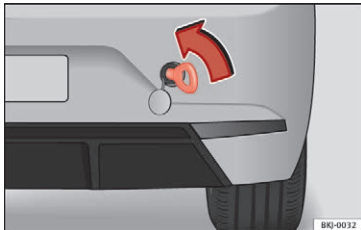

Fig. 93 Højre side af den bageste stødfanger: slæbeøje, der er skruet i
- Skru slæbeøjet helt ind i gevindet » Fig. 93, og spænd det fast med hjulnøglen.